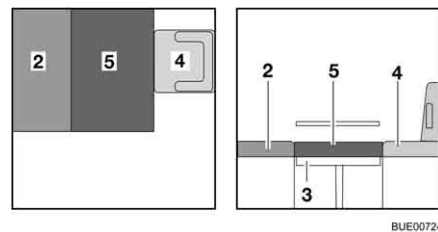

Fig. 117 Après la transformation
- Placer le coussin supplémentaire (Fig. 117,5) sur la table.
- Le cas échéant, repousser le siège conducteur (Fig. 117,4).